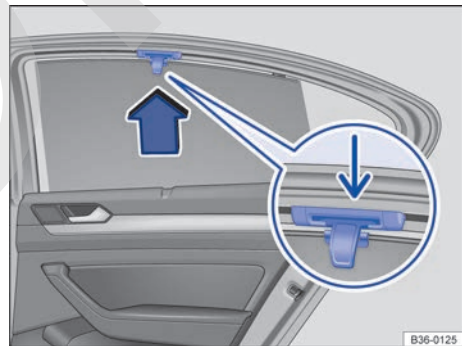

Fig. 113 En la ventanilla trasera derecha: cortinilla parasol.
- Suba la cortinilla del todo tirando de la lengüeta → fig. 113 (imagen ampliada) hacia arriba, en el sentido de la flecha.
- Enganche las dos argollas de la varilla de sujeción en la fijación correspondiente → fig. 113 (flecha pequeña). Asegúrese de que la cortinilla esté enganchada correctamente en la fijación.
- Para enrollar la cortinilla, desengánchela de la parte superior y guíela con la mano hacia abajo → ①.